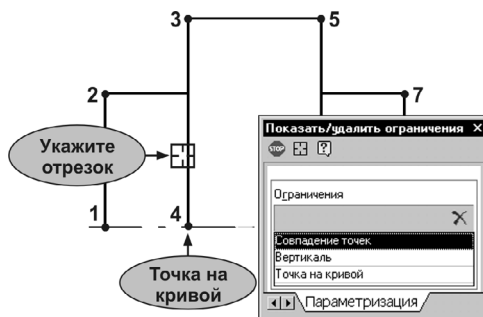

Рис. 59.75.
6. Просмотрите связи и ограничения отрезка 3–4 (рис. 59.75).